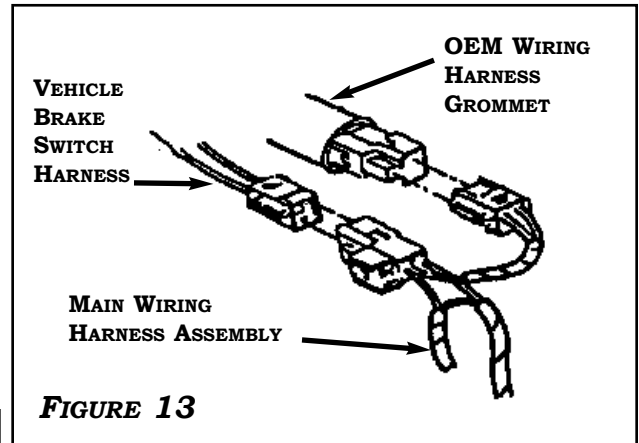

FIGURE 13
1. DISCONNECT VEHICLE BRAKE SWITCH HARNESS FROM BRAKE SWITCH. **FIGURE 13**
2. CONNECT MATING CONNECTORS OF **CRUISE MAIN HARNESS ASSEMBLY** TO THE VEHICLE BRAKE SWITCH AND HARNESS. **FIGURE 13**